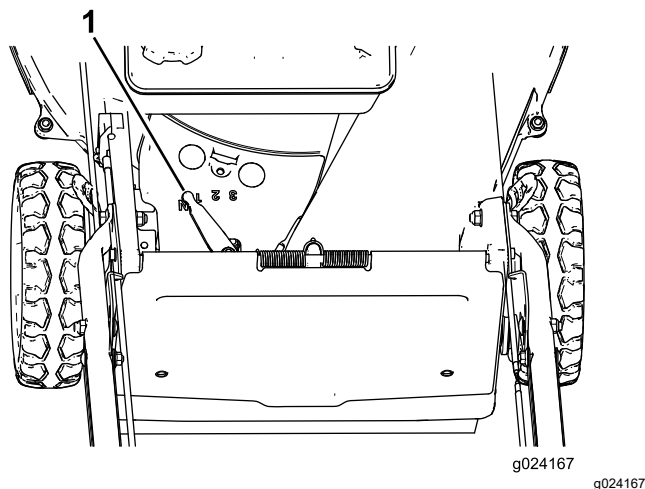

Рисунок 16
У машины есть 3 скорости хода: 1 (медленная), 2 (средняя) и 3 (быстрая), а также положение «Нейтраль» (N). Рычаг самоходного привода расположен ниже топливного бака и позади него (Рисунок 16).